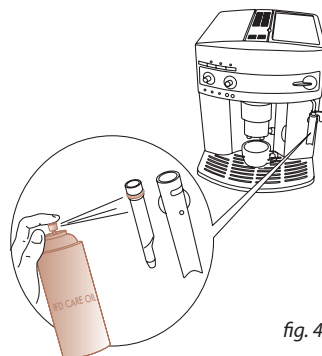

fig. 4
Nettoyez le cappuccinatore chaque fois que vous l'utilisez pour éviter qu'il ne se bouche ou que des résidus de lait ne se déposent, en suivant les indications de la notice d'instructions. En outre, pour un nettoyage plus soigné des pièces, nous vous conseillons, après l'avoir démonté, de l'immerger au moins **une fois par mois** dans une solution d'eau tiède et de **Milk clean (C)** à 10% pendant 5/10 minutes ; le rincer ensuite sous l'eau. Après l'avoir remonté, lubrifiez le joint présent sur le cappuccinatore, en vaporisant **IFD care oil (E)** fourni (fig. 4).